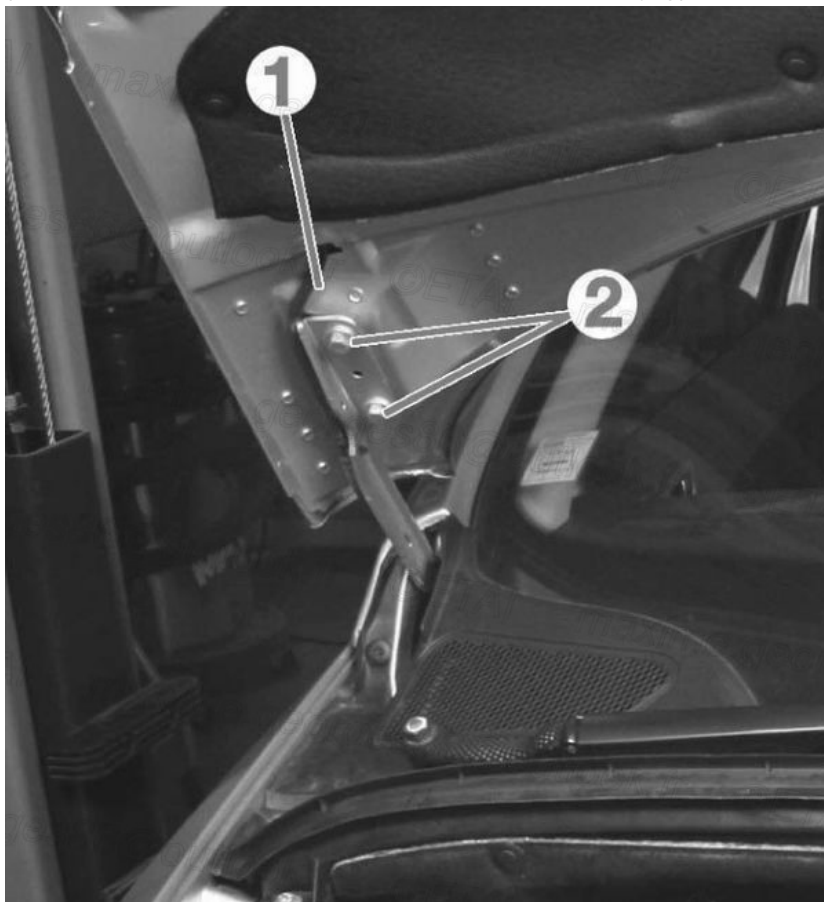

Fig. 9
- le tuyau (1) d'alimentation des gicleurs de capot (**Fig.9**)